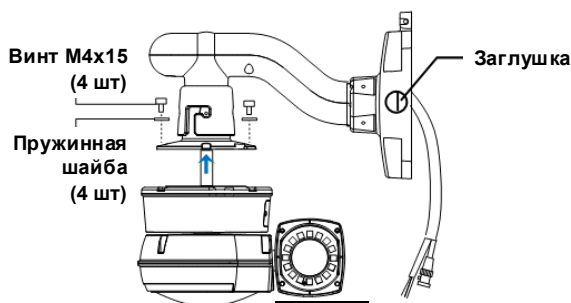

РИС. 12
2. Прикрепите камеру к настенному кронштейну при помощи четырех винтов M4x15 и пружинных шайб (Рисунок 12).